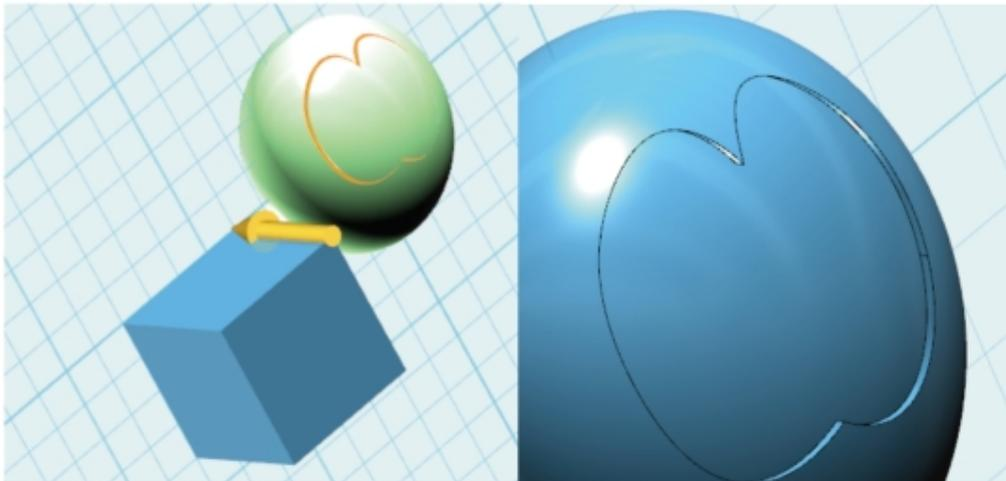

图7-5-10 镶嵌曲线
⑤单击“空间曲线描绘”→“镶嵌曲线”，面选择椭球体表面，曲线选择图7-5-10所示所有曲线，方向为六面体黄色箭头方向，偏移值为0.5，使其产生凹陷的效果。